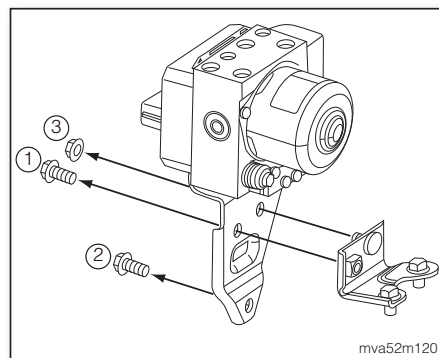

图8
7. 拆下ABS执行器与电气单元安装支架与车体之间的固定螺栓①、②与螺母③ (如图8)。